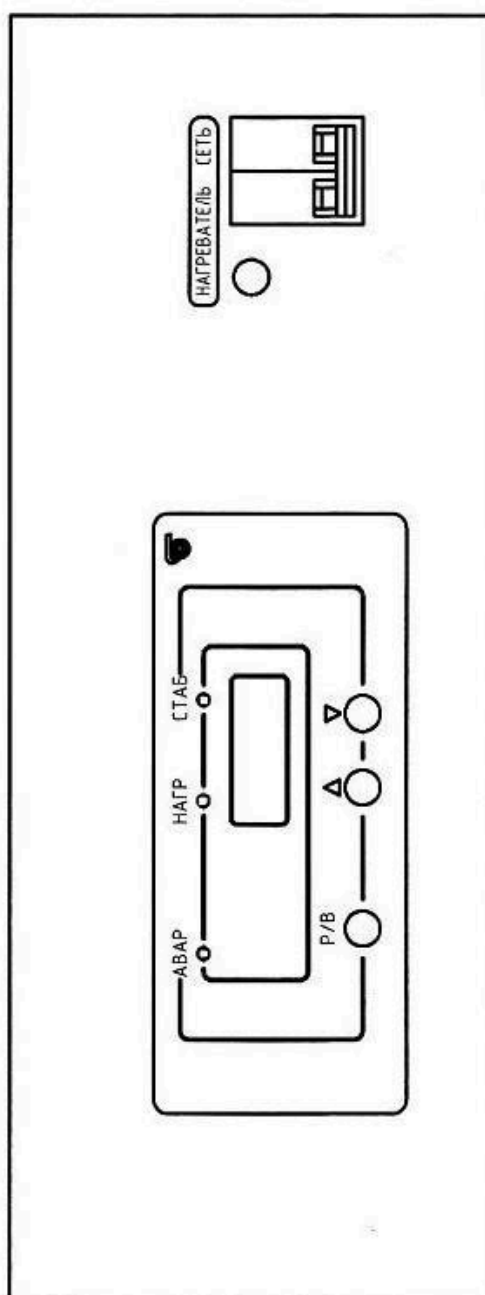

Рис. 1 – Лицевая панель электропечи с одноступенчатым микропроцессорным терморегулятором
8.1.3 Включить выключатель «СЕТЬ» на лицевой панели электропечи (рис.1), при этом должны включиться цифровые индикаторы, на которые выводится температура в рабочей камере электропечи. Если температура в камере меньше заданной должны включиться соответствующий светодиод «НАГР» и лампа включения нагревателя.